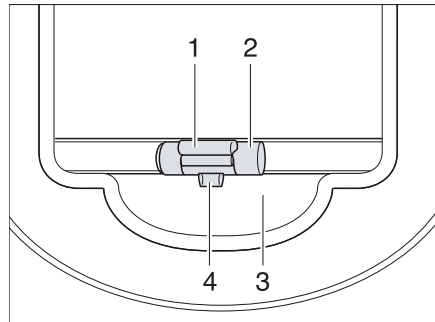

Fig. 28 Store occultant
- Tirer le store occultant vers le bas par la poignée (Fig. 28,2) et le laisser se verrouiller.
- Tirer légèrement le store occultant vers le bas par la poignée (Fig. 28,2) et pousser la barre de déverrouillage (Fig. 28,1) vers l'extérieur. Le verrouillage touches (Fig. 28,4) se détache du logement (Fig. 28,3).